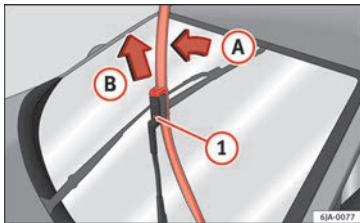

Fig. 69 Las escobillas de los limpiaparabrisas.
- Retire el brazo del limpiaparabrisas desde el cristal moviendo ligeramente la escobilla en el sentido del brazo – flecha (A) » fig. 69.
- Con la otra mano desbloquee el seguro ① y saque la escobilla en el sentido de la flecha (B).